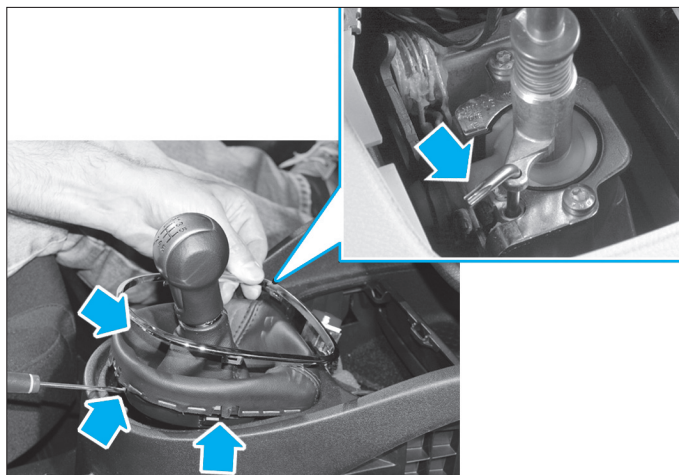

Fig. 15
- Dégrafer l'enjoliveur de levier de vitesses et le rabattre vers le haut (Fig.15).